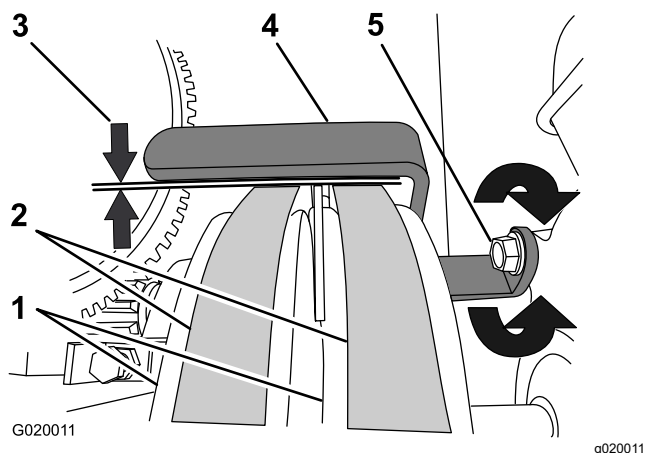

Figure 69
6. Vérifiez que le guide et les courroies sont espacés de 2,5 à 4 mm (3/32 à 5/32 po); voir Figure 69.
- A. Desserrez le boulon qui fixe le guide-courroies au moteur (Figure 69).
- B. Tournez le guide-courroies vers le haut ou le bas jusqu'à ce que vous obteniez un écartement de 2,5 à 4 mm (3/32 à 5/32 po) entre le guide et chaque courroie (Figure 69).
- C. Resserrez le boulon qui fixe le guide-courroies au moteur (Figure 69).